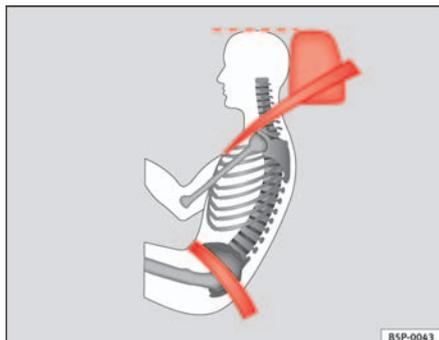

Fig. 14 Banda del cinturón y apoyacabezas ajustados correctamente, vistos lateralmente
- La banda abdominal del cinturón de seguridad deberá pasar por la región pélvica, pero nunca por encima del abdomen. El cinturón de seguridad debe quedar plano y bien ceñido a la pelvis ⇒ fig. 14. En caso necesario habrá que tirar un poco de la banda.